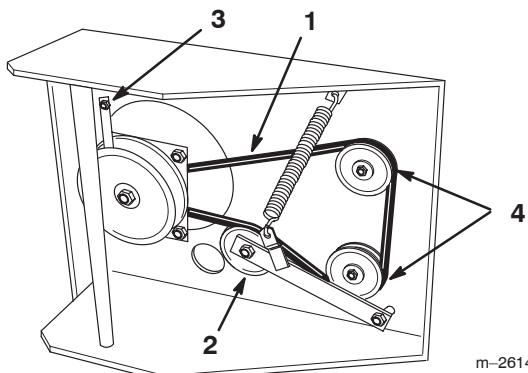

Figure 46
- Retirez le boulon de support du moteur avant gauche qui fixe le dispositif de retenue de l'embrayage au bâti (Fig. 46). Décrochez le dispositif de retenue de l'embrayage et déposez-le.